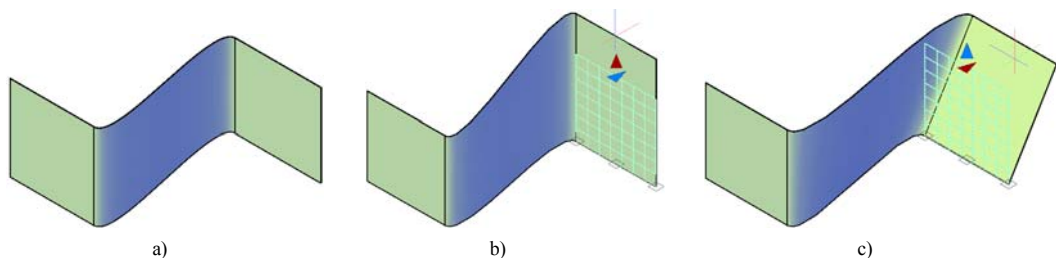

图4-23 改变关联曲面组中一个面的效果
2) 当对一个曲面添加多个关联曲面时,这些曲面形成关联曲面组,这些曲面组是一个从属关系链。改变关联曲面组中一个曲面或边的形状,会调整整个组,即修改一个对象可能造成涟漪效应,而影响所有关联的对象。了解关联性链是很重要的,因为移动或删除链中的一个链接可能会破坏所有对象之间的关系。图4-23是改变右边平面的大小或位置,进而影响整个组的形状的效果。